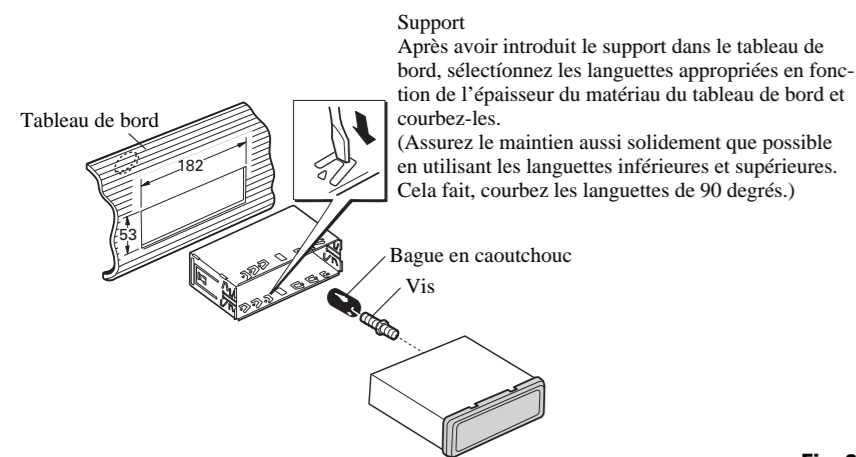

Fig. 8
**Installation avec une bague en caoutchouc (Fig. 8)**